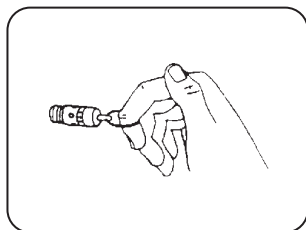

FIGURA 9.2
11. Verifique el funcionamiento del purgador manual o automático (Figura 9.2) (ajuste de los botones de tiempo en el purgador o ajuste de los parámetros P100 y P101, conforme la versión del producto).